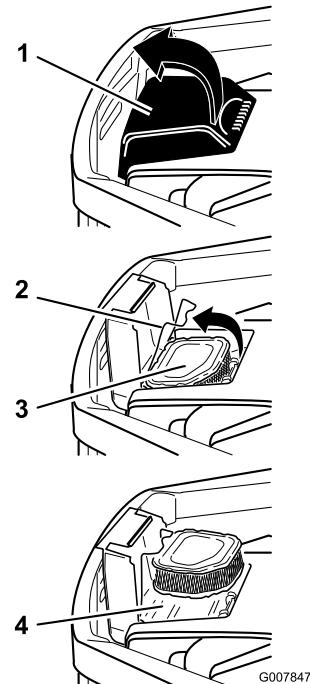

Figure 24
1. Ouvrez le couvercle du filtre à air situé sur le carter de ventilateur pour accéder à l'élément du filtre à air (Figure 24).
2. Ouvrez le verrou et retirez l'élément du filtre à air (Figure 24).